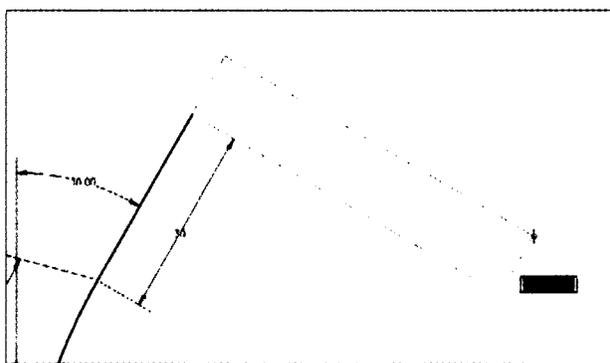

Рис. 3.19. Прямоугольник по трем точкам может быть расположен под любым углом
6. Тяните третью точку вниз примерно на 10 мм, как показано на рис. 3.19.